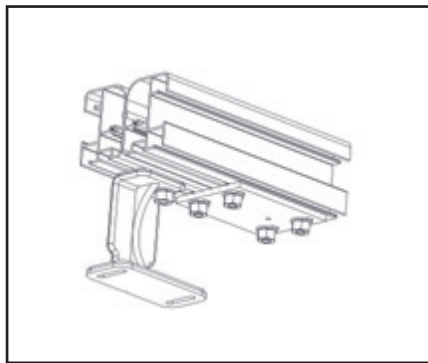

Fig. 14
- Achtung : die Kastenbreite ist stets 40 mm breiter als die Bestellbreite. (Siehe Abb. 14 Seite 9)